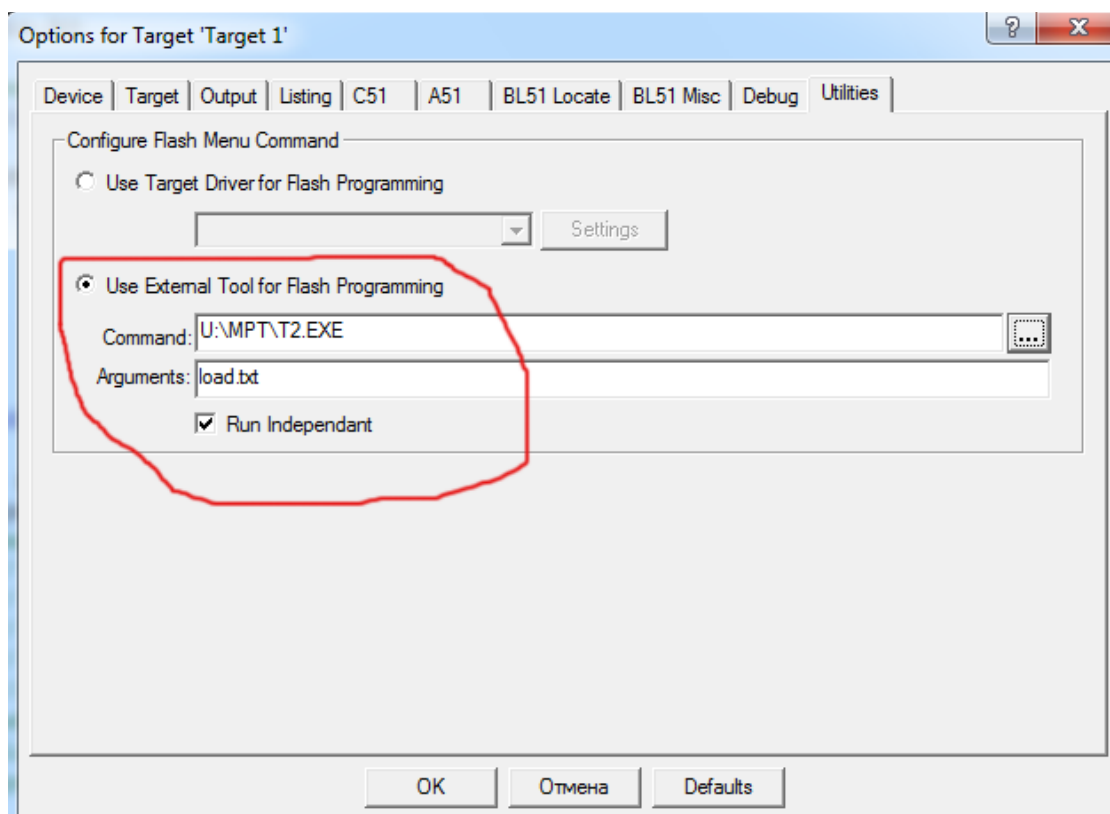

Рис. 25.
1. При помощи меню *Project -> Option for Target* открыть окно параметров проекта и переключиться на закладку *Utilities*. В данном окне необходимо ввести настройки внешней утилиты программирования (в данном случае T2): путь к программе и командную строку (см. рис. 25). При этом параметр *Run independent* должен быть обязательно включен.